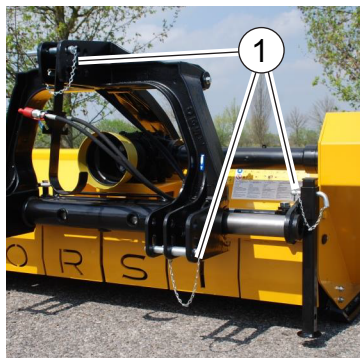

Fig.64
- Spina di sicurezza con innesto molla per i perni di attacco (1, "Fig.64")
- Safety pin with spring coupling for coupling pins (1, "Fig.64")
- Goupille de sécurité avec accouplement à ressort pour les broches de couplage (1, "Fig.64")
- Sicherheitsnadel mit Federkupplung für Kupplungsstifte (1, "Fig.64")
- Calvija de seguridad con resorte de embraje para pernos de enganche (1, "Fig.64")
- Pino de segurança com mola para pinos de fixação (1, "Fig.64")